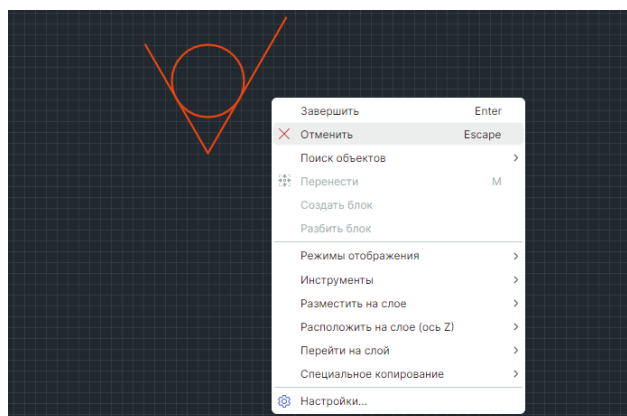

Рис. 433 Отмена размещения
4. Размещение можно отменить, для этого нажмите клавишу «Escape» или вызовите контекстное меню и выберите «Отменить», см. Рис. 433.